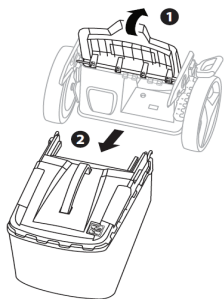

Рис. 29
1. Поднимите заднюю крышку и снимите травосборник (Рис. 29).